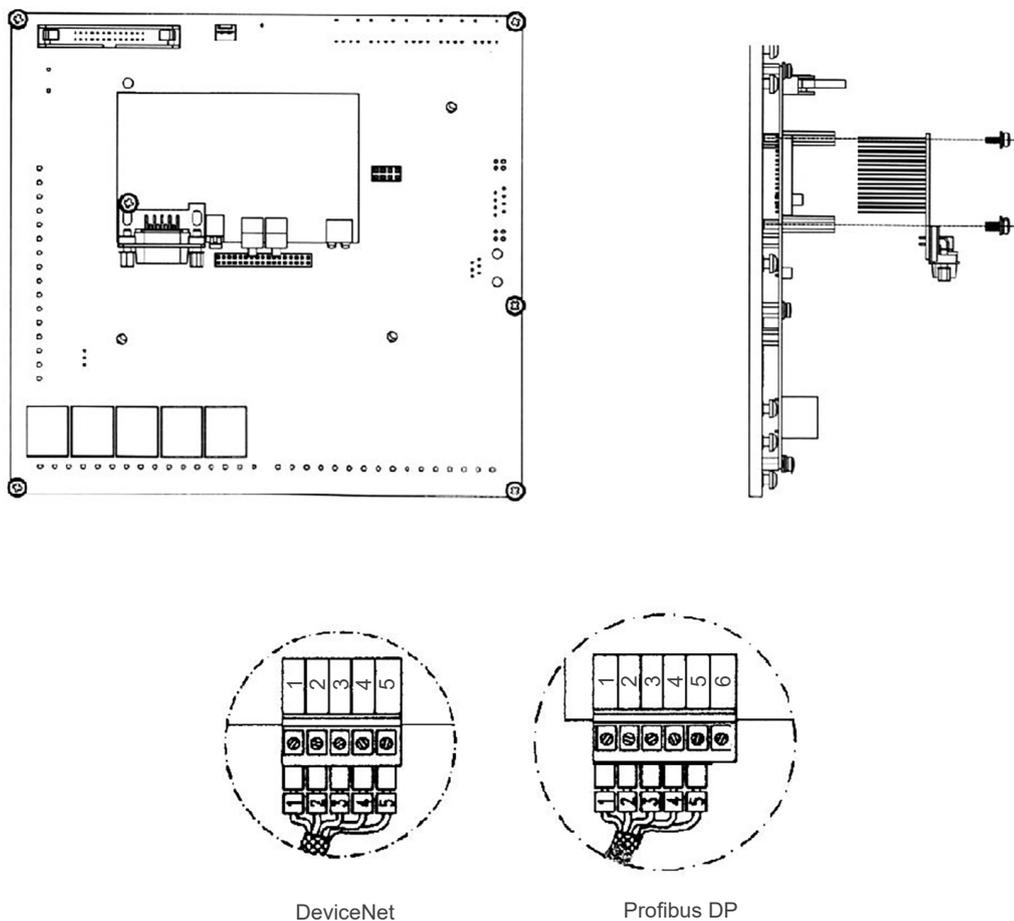

Figure 9.1: Installation de la carte électronique Fieldbus
3. Insérer avec précaution le connecteur de la barre à broches de la carte électronique Fieldbus dans le connecteur femelle XC140 de la carte de contrôle MVC4. Vérifiez la correspondance exacte de toutes les broches du connecteur XC140 conformément à la Figure 9.1 à la page 9-3.